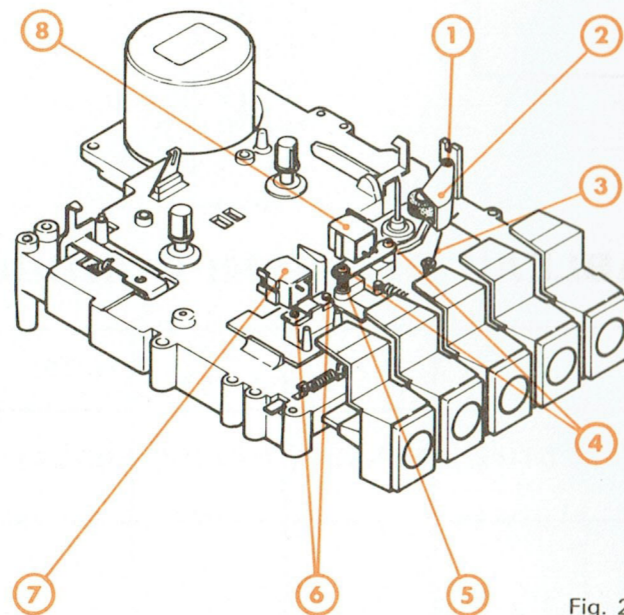
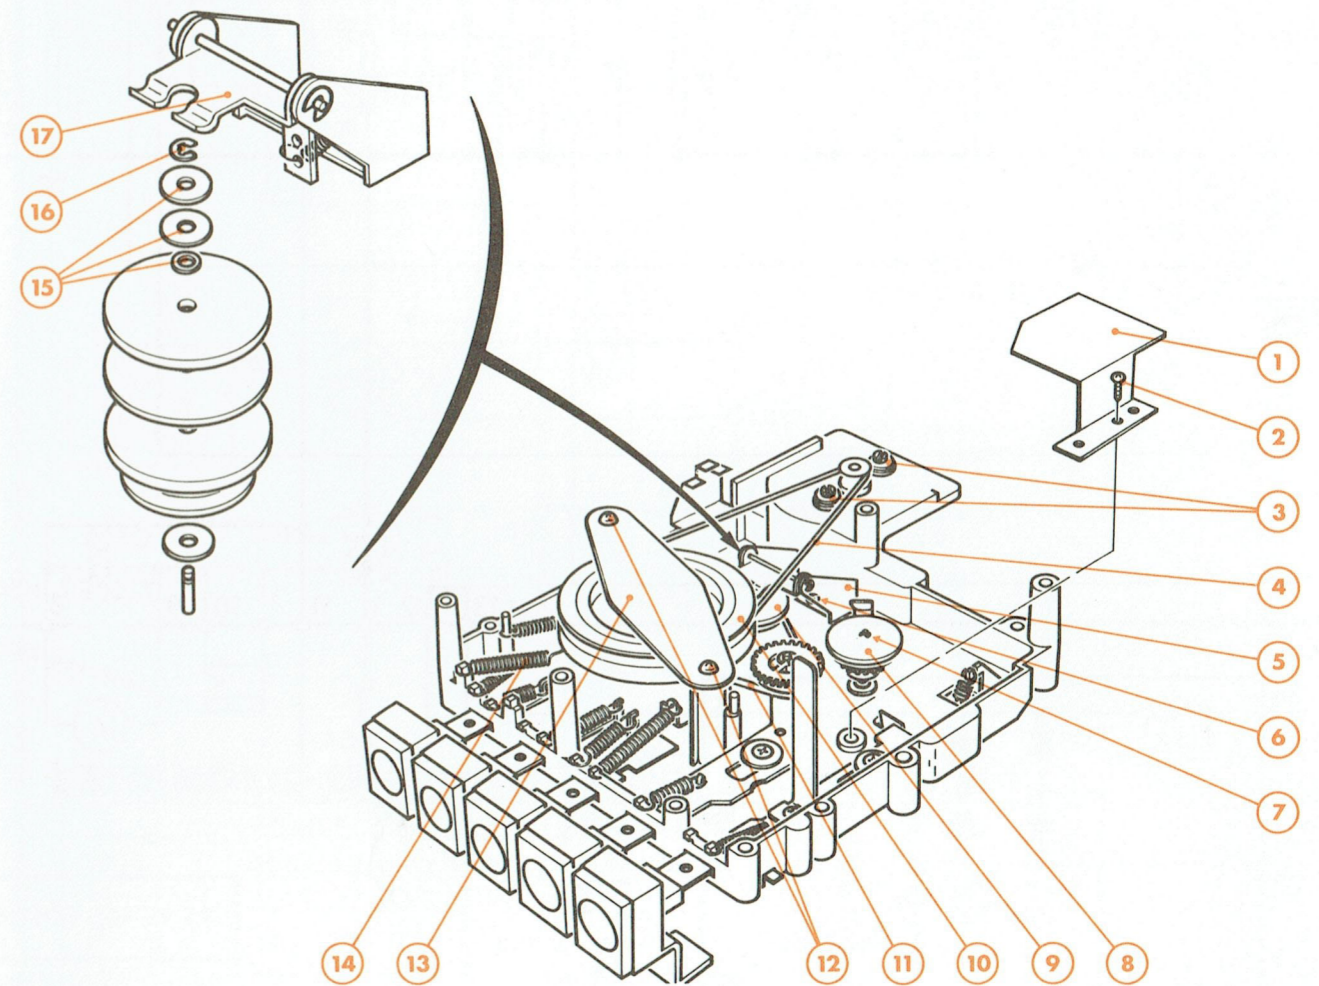

Fig. 2
Fig. 3
D. DÉMONTAGE DES TÊTES ENREG./LECTURE ET EFFACEMENT (Fig. 2)
- 3° - Enlever les vis (4) et le ressort (5) pour déposer la tête enreg./lecture (8).
- 4° - Enlever les vis (6) pour déposer la tête d'effacement (7).
E. DEMONTAGE DU GALET PRESSEUR ET DE SON SUPPORT (Fig. 2)
- 2° - Retirer l'anneau d'arrêt (1).
- 3° - Ecarter le ressort (3) de sa position et enlever par traction le support du galet presseur (2).
F. DEMONTAGE DU VOLANT (Fig. 3)
- 2° - Enlever les vis de fixation (12) du support-volant (13).
- 3° - Oter la courroie caoutchouc (4).
- 4° - Enlever par traction le volant (10) après l'avoir dégagé de la courroie caoutchouc (11).
G. DEMONTAGE DU MOTEUR (Fig. 3)
- 3° - Enlever la courroie caoutchouc (4).
- 4° - Retirer les vis et rondelles (3).
H. DEMONTAGE DU PORTE-BOBINE GAUCHE (DEBITEUR) (Fig. 3)
- 2° - Enlever la vis de fixation (2) de l'équerre (1).
- 3° - Retirer l'anneau d'arrêt (7).
- 4° - Enlever par traction la poulie (8).
I. DEMONTAGE DU PORTE-BOBINE DROIT (RECEPTEUR) (Fig. 3)
- 2° - Enlever la vis de fixation (6) de l'étrier (5).
- 3° - Retirer l'anneau d'arrêt (16) et les trois rondelles (15).
- 4° - Enlever par traction la poulie (9) et la dégager de la courroie caoutchouc (11).
J. REMPLACEMENT DES COURROIES D'ENTRAÎNEMENT (Fig. 3)
- 3° - Retirer la courroie caoutchouc (4).
- 4° - Desserrer la vis de fixation (6) de l'étrier (5) afin de permettre le passage de la courroie caoutchouc (11) entre la poulie (9) et la lamelle (17).
- 5° - Soulever légèrement le volant (10) pour dégager la courroie caoutchouc (11).
- Si tel n'est pas le cas il convient de changer le ressort (11) (voir Fig. 3)
- Si tel n'est pas le cas il convient de changer la poulie à friction (9) (Fig. 3).